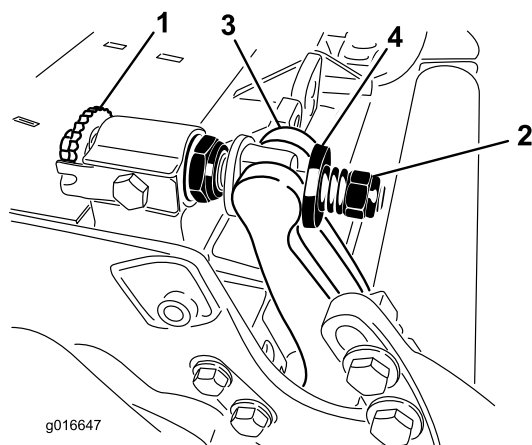

Figure 23
1. Tournez les vis de réglage de la barre d'appui dans le sens antihoraire pour éloigner la contre-lame du cylindre (Figure 23).
2. Faites sortir l'écrou de tension du ressort jusqu'à ce que la rondelle ne soit plus tendue contre la barre d'appui (Figure 23).